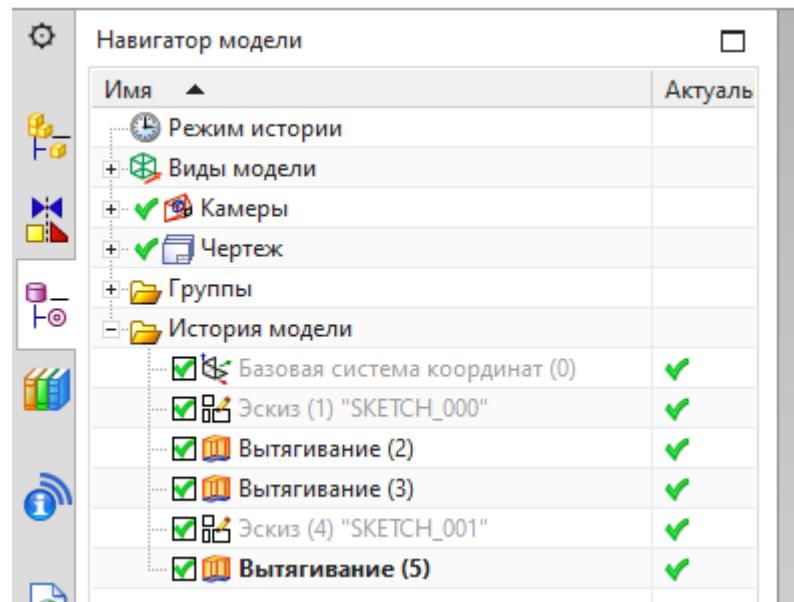

Рисунок 6 – Дерево построения модели (Способ 1)
6. Проверьте дерево построения модели, оно должно соответствовать рис.6.
7. Проверьте дерево построения модели, оно должно соответствовать рис.6.